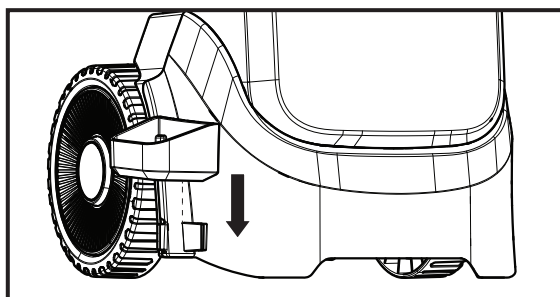

Fig. 2b
3. Apăsăți în jos pentru a alinia cu canelura în formă de U din partea inferioară a carcasei. (fig. 2b)